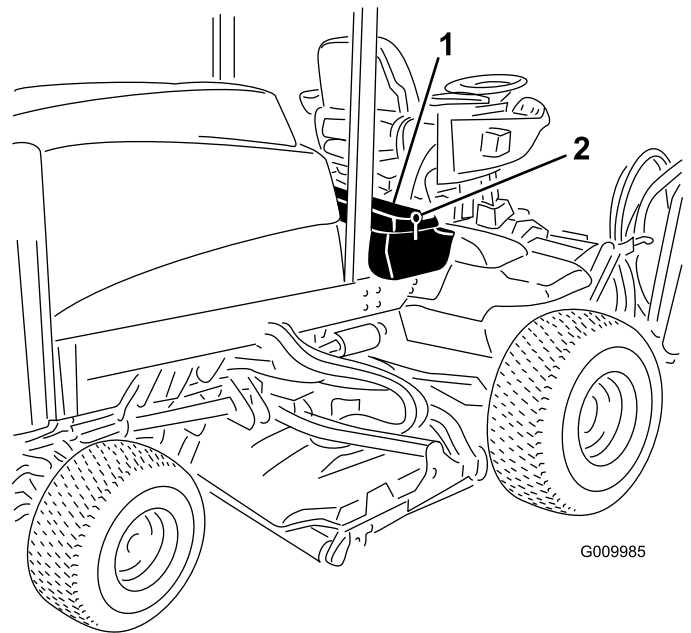
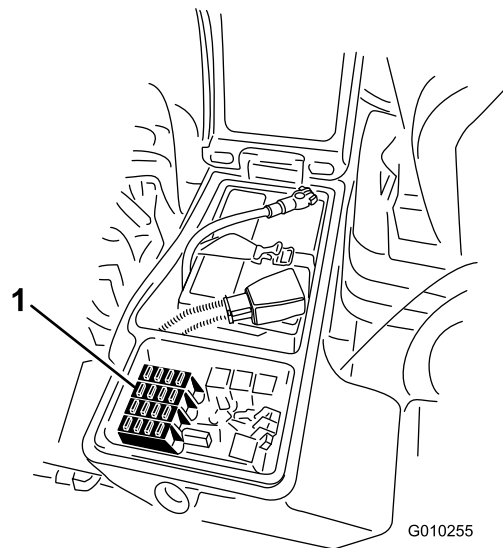

Figura 78
Figura 79
(Figura 78) per esporre il portafusibili (Figura 79).
- Sostituite il fusibile aperto (o fusibili aperti) come opportuno (Figura 79).
- Chiudete il coperchio del vano portaoggetti di destra e fissatelo con il dispositivo di chiusura (Figura 78).